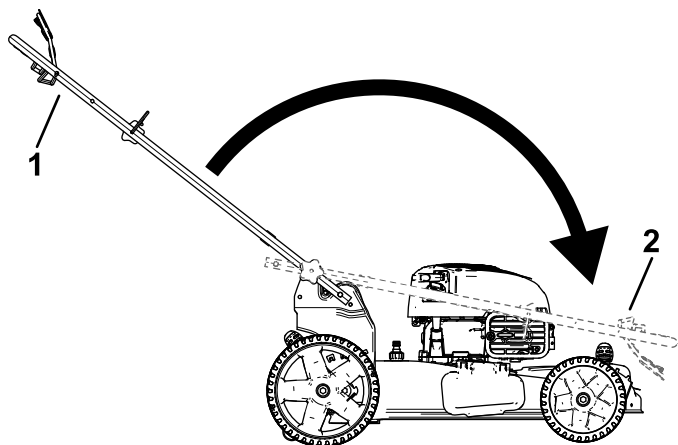

Figura 24
2. Pliegue el manillar hacia adelante (Figura 24).